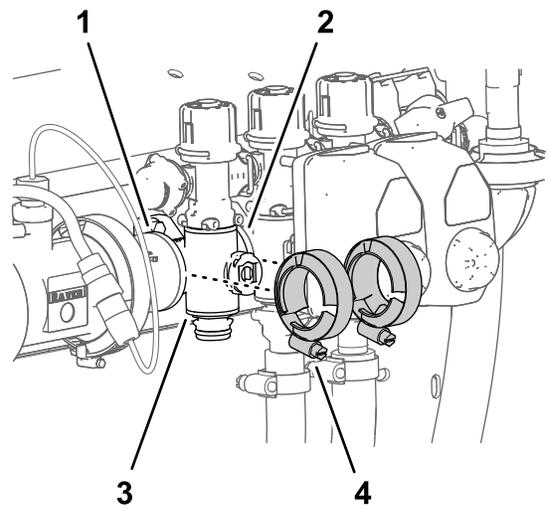

図 113
3. ブームマニホールドバルブを隣の機器の各フランジに固定しているフランジクランプ2個を外す 図 113。